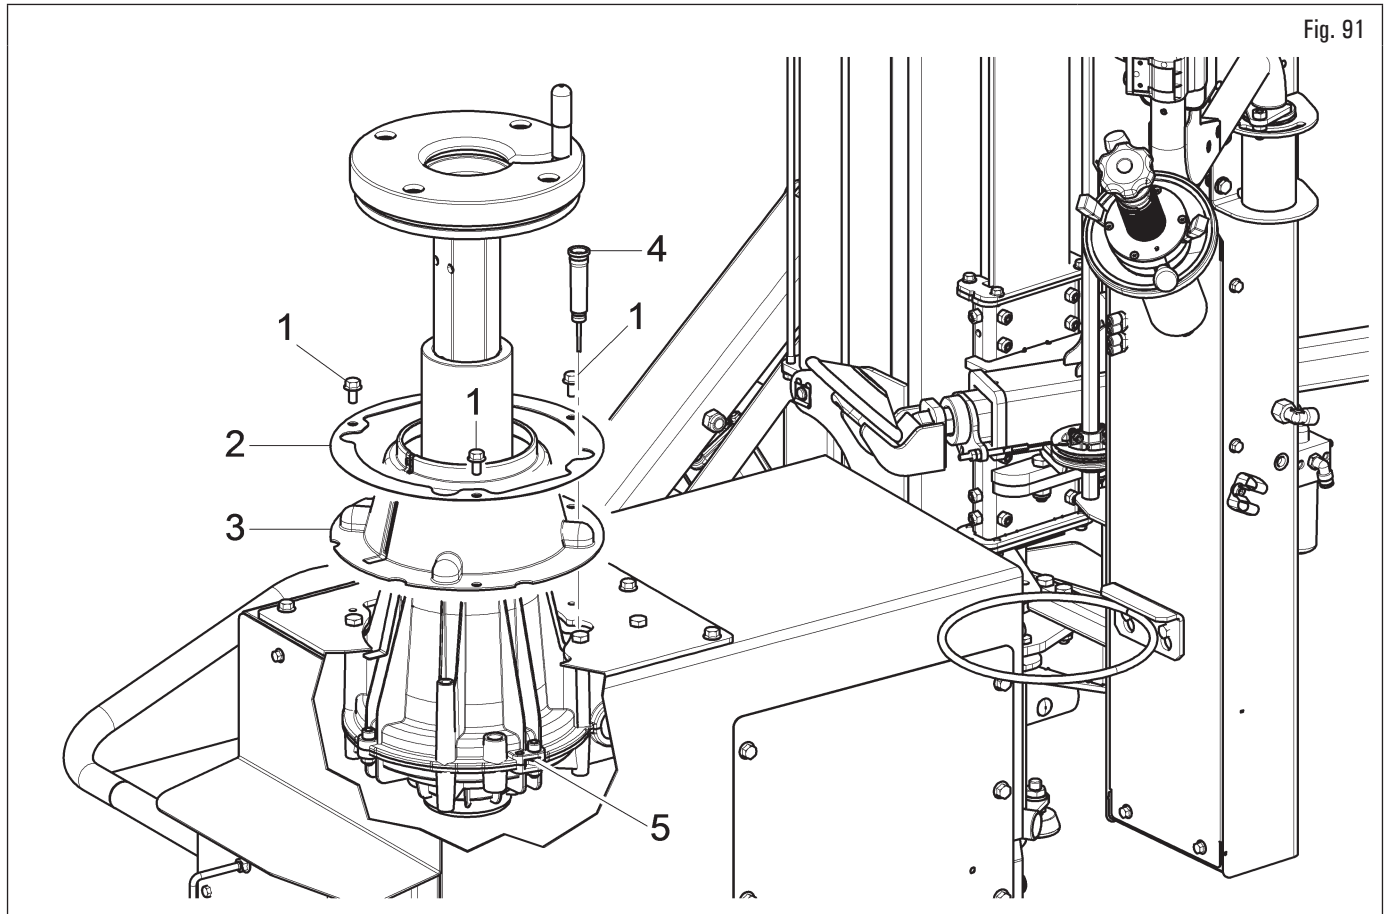

Fig. 91
- Periodicamente (almeno ogni 100 ore di lavoro) controllare il livello di lubrificante nel riduttore (Fig. 91 rif. 5). Tale operazione si esegue svitando le viti (Fig. 91 rif. 1), rimuovendo la flangia (Fig. 91 rif. 2), il carter (Fig. 91 rif. 3) ed il tappo (Fig. 91 rif. 4) posto sul riduttore.